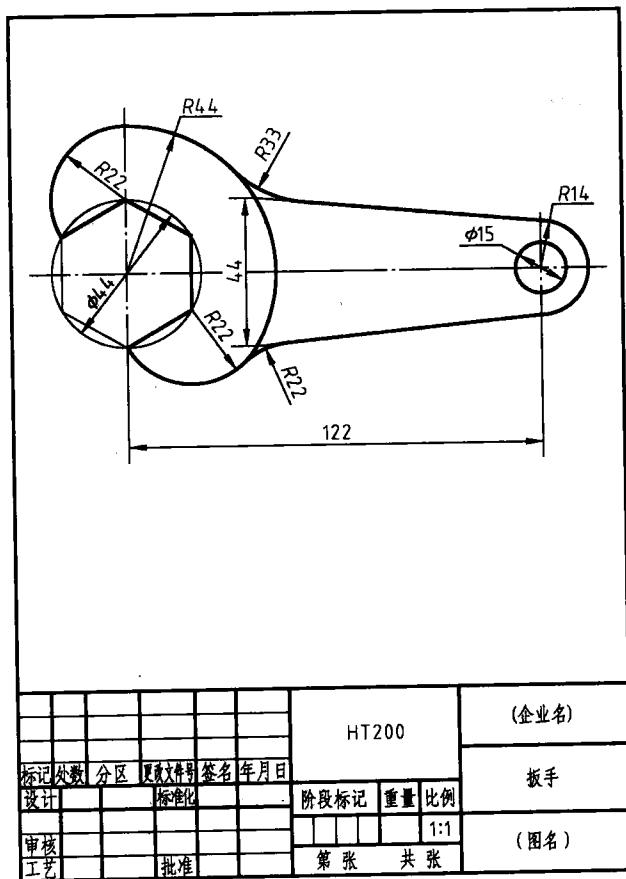

图 1-1 扳手零件平面图
绘制如图 1-1 所示的扳手零件平面图。
- (2) 使用 Limits 命令将绘图界限设为 297×210 。
- (3) 使用视窗缩放工具栏中的 图标（“缩放”→“全部”）显示全图，即将绘图界限全部显示出来。
- (4) 使用 Line 或 Rectang 命令，按照国家标准要求分别在相应的图层绘制 A4 图纸的外框线和内框线（图 1-1）。